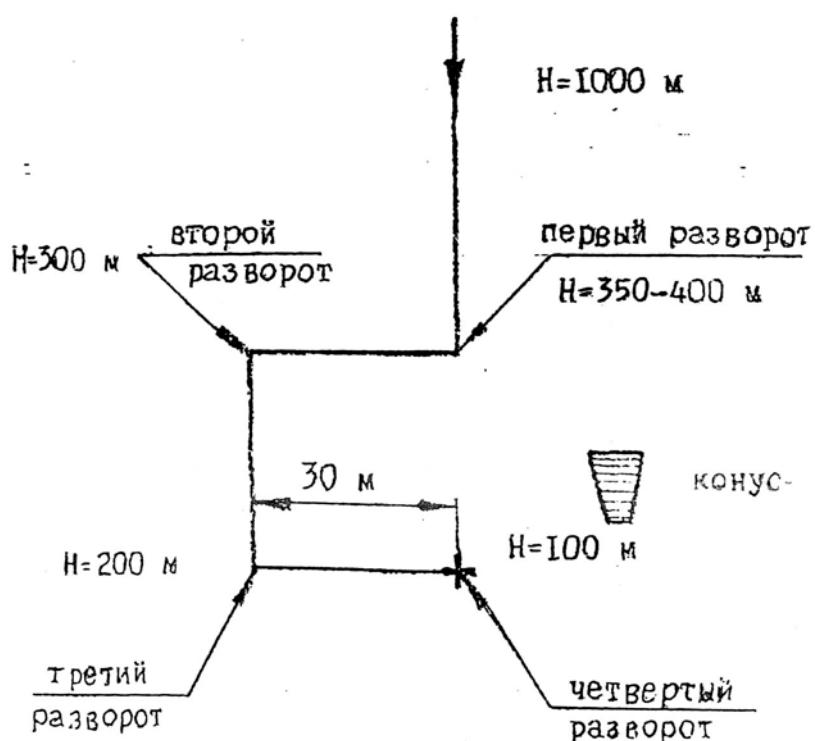

Рис. 64. Схема расчета прыжка при ветре 8 м/с.
- при ветре 8м/с выбранную точку нужно проходить на удалении 15...30м, третий и четвертый развороты нужно выполнять по линии центра цели (рис. 64).